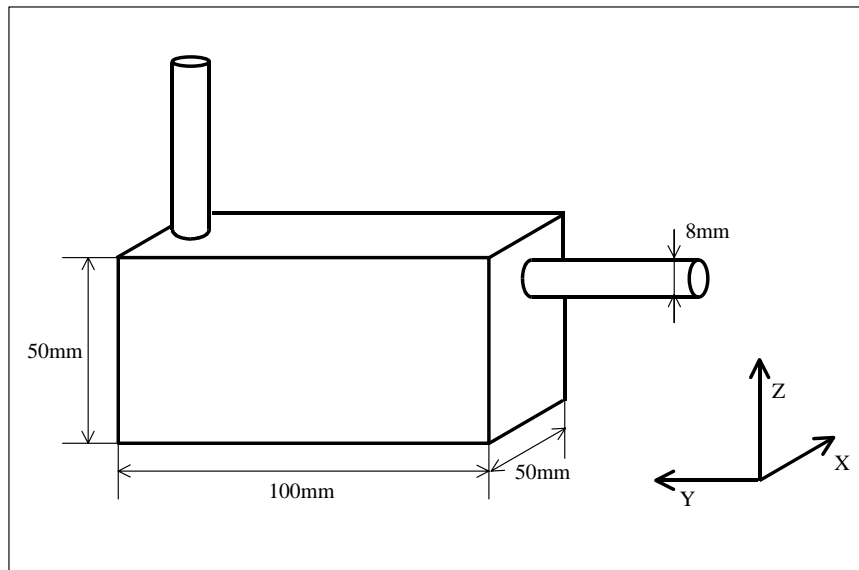

Abb. 1
- Ein Parallelepipedon zum Vergleich (Abb. 1).
Das Parallelepipedon muss so ausgerichtet sein, dass die größere Seite parallel zur Achse Y der Maschine verläuft und die Dorne wie in Abb. 1 ausgerichtet sind.